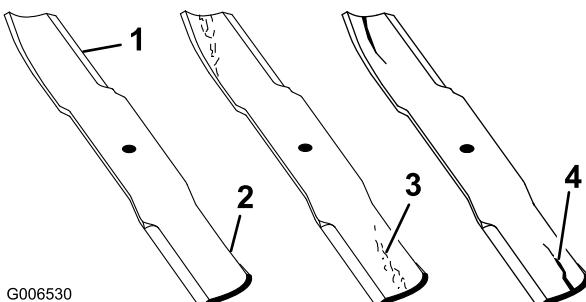

Figure 100
2. Examinez attentivement les tranchants de la lame, particulièrement au point de rencontre des parties plane et relevée, comme montré à la Figure 100.
Remarque: Le sable et les matières abrasives peuvent éroder le métal à cet endroit, c'est pourquoi il est important de contrôler l'état de la lame avant d'utiliser la tondeuse. Remplacez la lame si elle vous semble usée (Figure 100).